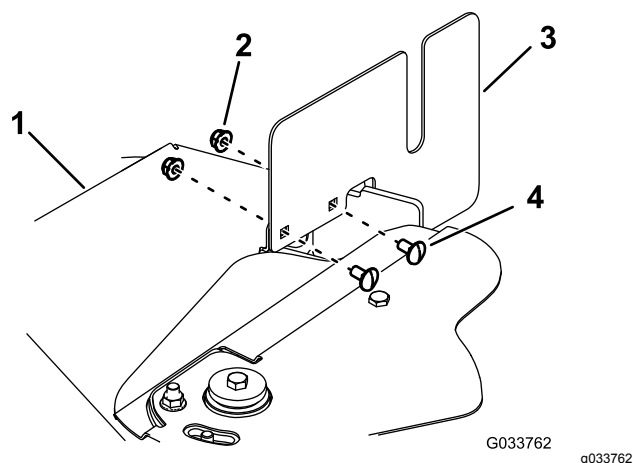

Figure 69
5. Retirez les 4 boulons de carrosserie et les 4 écrous qui fixent les 2 couvercles latéraux aux couvercles de courroie (Figure 69).